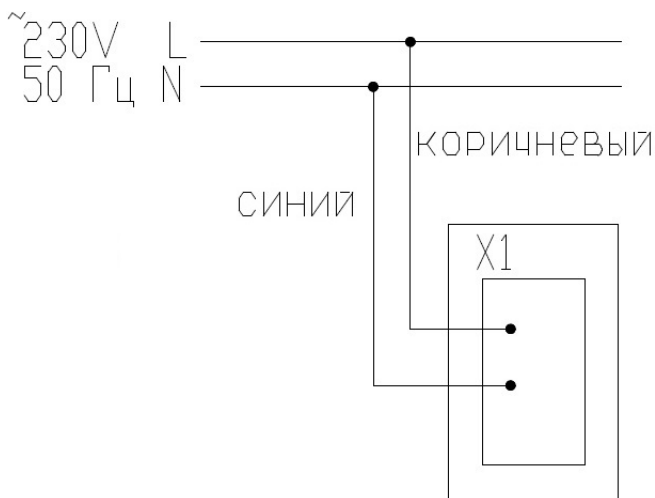

Рис.1
- Предварительно отключив питающую сеть, подключите светильник к сети в соответствии со схемой подключения (Рис. 1) (клеммные колодки для подключения не входят в комплект поставки). Длина выведенного провода из светильника составляет 50 мм;